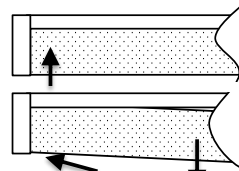

Fig. 1
2. Deslice el difusor (2) dentro del canal luminaria (1) y pulse uno de los extremos del difusor, a continuación, pasar a la tapa del accesorio. Separar cuidadosamente el difusor del canal accesorio. Nota: El difusor es muy frágil. (Fig. 1)